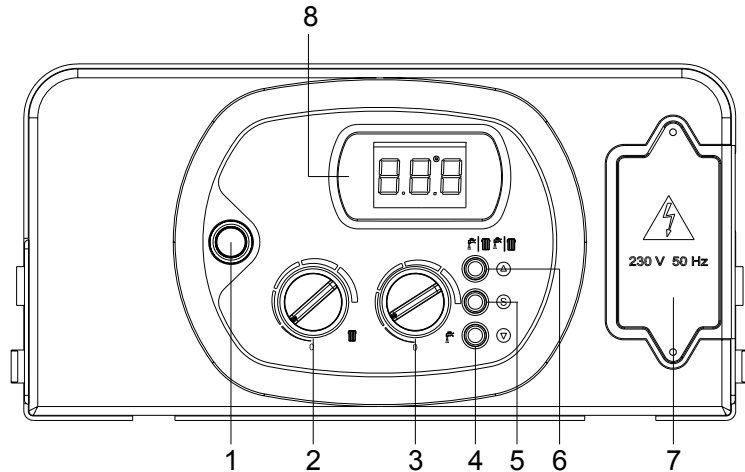

fig.22
- Appuyer sur le bouton poussoir **1** marche/arrêt (fig.22).
Pour commuter la chaudière sur « ÉTÉ », agir sur la touche **6** (fig.22) et sélectionner ainsi la fonction sanitaire. En mode “ ÉTÉ ”, le symbole  s'allume sur l'afficheur du tableau de commande.
Pour commuter la chaudière sur « HIVER », agir sur la touche **6** (fig.22) et sélectionner ainsi la fonction chauffage. En mode “HIVER”, le symbole  s'allume sur l'afficheur du tableau de commande.
Pour commuter la chaudière en fonctionnement ÉTÉ-HIVER, agir sur la touche 6 (fig.22) et sélectionner la fonction chauffage/eau chaude sanitaire. Le fonctionnement ÉTÉ-HIVER se reconnaît à l'allumage simultané des symboles  sur l'afficheur du tableau de commande.
Le réglage de la température s'effectue au moyen du bouton **2** (fig.22) :
Le réglage de la température s'effectue au moyen du bouton **3** (fig.22) :